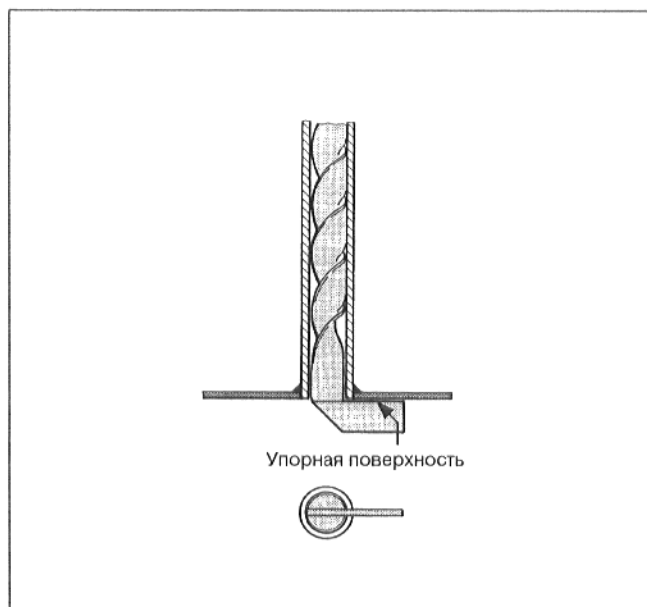

Рис. 27
**Указание:** Перед закрыванием двери корпуса котла проверить правильность установки завихрителей (Рис. 27).
При этом обеспечить, чтобы упорная поверхность с торцевой стороны прилегала в горизонтальной плоскости к подключаемой трубе отопления (Рис. 27).